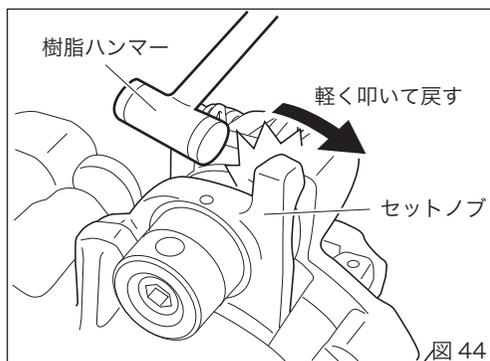

図 44
### ① 転造ヘッドからパイプを引離す(図44)
- ①-1 樹脂ハンマーでセットノブを矢印方向に叩いてください。パイプに食いついたローラが外れます。
- ①-2 パイプが外れたら、そのまま送りハンドルを回して本体からパイプを離してください。